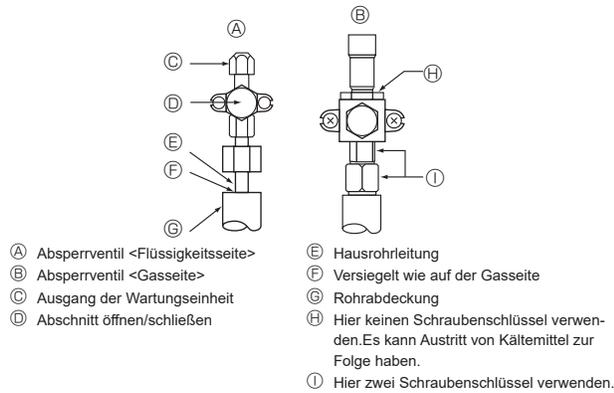

Fig. 4-4
- * Nur Bereich (A) drehen. (Die Bereiche (A) und (B) nicht weitere gegeneinander anziehen.)
- (C) Füllschlauch
- (D) Ausgang der Wartungseinheit
4.4. Verfahren zum Prüfen der Rohre auf Dichtigkeit (Fig. 4-4)
- Vergewissern Sie sich, dass die Sperrventile (A) (B) geschlossen sind und öffnen Sie sie nicht.
- Bauen Sie über die Wartungseinheit (C) des Flüssigkeitssperrventils (A) Druck in den Kältemittelleitungen auf.
- Wenn der Druck in den Schritten (2) oder (3) abfällt, entweicht Gas. Suchen Sie nach der Gasaustrittsstelle.